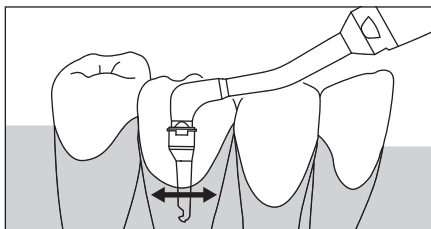

図6
3) ノズルチップを歯周ポケットに3mm以上挿入します（図6）。3mm未満の挿入では歯周ポケット内へ効率よくパウダーが噴射されない場合があります。